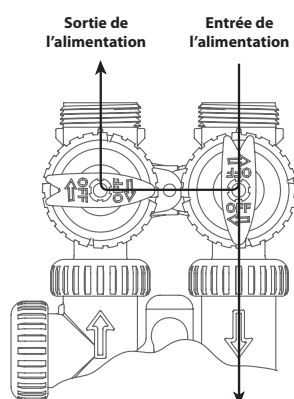

Figure 3
3. **Position diagnostique:** La poignée d'entrée est enclignée vers la soupape de commande et la poignée de sortie est enclignée vers le centre de la vanne de dérivation. L'eau non-traitée est permit d'entrer dans le système et au bâtiment, tandis que l'eau sortant du système au bâtiment est empêchée. **(Fig. 3).** TCela permet au technicien de service de siphonner la saumure et de faire d'autres tests sans que l'eau de l'analyse s'écoule au bâtiment.
- 2b. Débrancher le transformateur pour empêcher l'avance du prochain cycle. Ouvrir lentement la poignée d'entrée du robinet de dérivation permettant d'expulser l'air et remplir le réservoir tranquillement. Lorsque l'air est expulsé et l'eau coule du drain ouvrez la tuyauterie d'entrée et mettez dans la position diagnostique (fig 3, page 2)